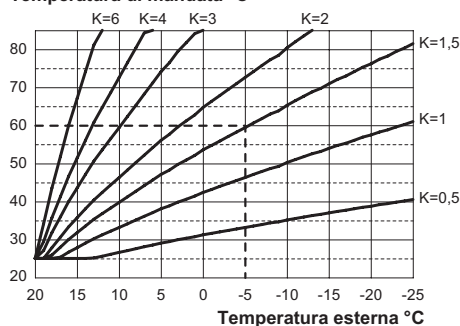

Figura 5.34
Se alla caldaia **È COLLEGATO** il comando remoto (opzionale) riferirsi alla Figura 5.34. In questo caso il settaggio del coefficiente K deve essere fatto da remoto.
Quando si installa la sonda esterna bisogna impostare questo parametro in base al rendimento dell'impianto di riscaldamento per ottimizzare la temperatura di mandata (Figura 5.34).
Es. Per avere una temperatura di mandata all'impianto di riscaldamento di 60°C con una esterna di -5°C si deve settare un K di 1,5 (linea tratteggiata in Figura 5.34).
- Utilizzando i tasti 12 o 13 è possibile modificare il valore del parametro 15 da un minimo di **01** ad un massimo di **60** in base alla curva scelta del coefficiente K in Figura 5.34 (il valore letto sul display corrisponde a valori decimali di coefficienti K).